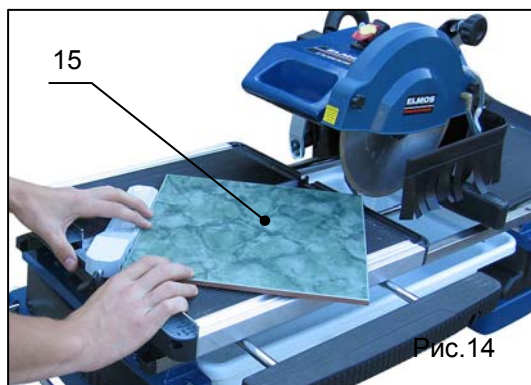

Рис.14
3. Переместите рабочий стол в крайнее правое положение. Установите плитку (поз.15, рис.14) на рабочем столе, прижав её к угловой направляющей.